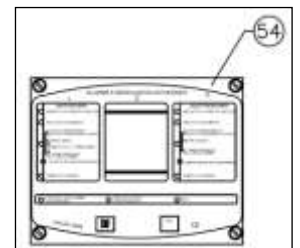

Fig.1 Costruzione gruppo antincendio modulare ARGO N 1EMJ
- B. Agire sul dado di intervento minimo "2" fino a stabilire il valore di chiusura dei contatti (start della pompa) – ruotando in senso orario la pressione di start aumenta, al contrario diminuisce (Fig.1);
- C. Avvitare il dado del differenziale "1" fino ad ottenere la pressione di interruzione desiderata (Fig.1).